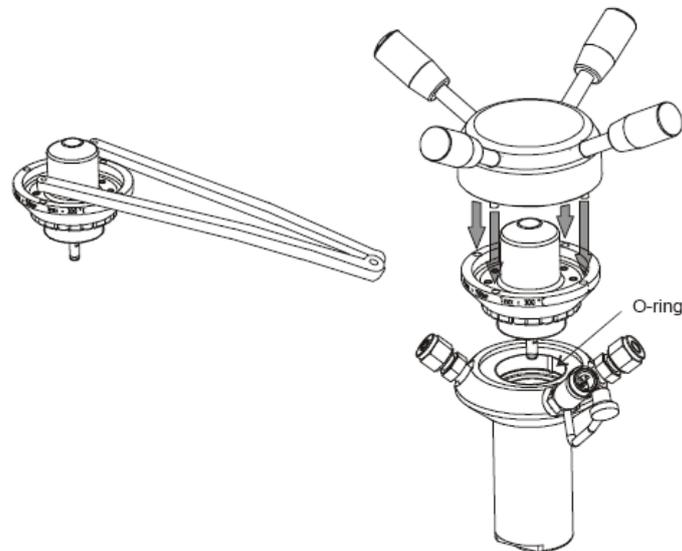

图3
- 安装高压头到测量杯上，用工具拧紧（图3），**注意密封圈的位置必须正确！**